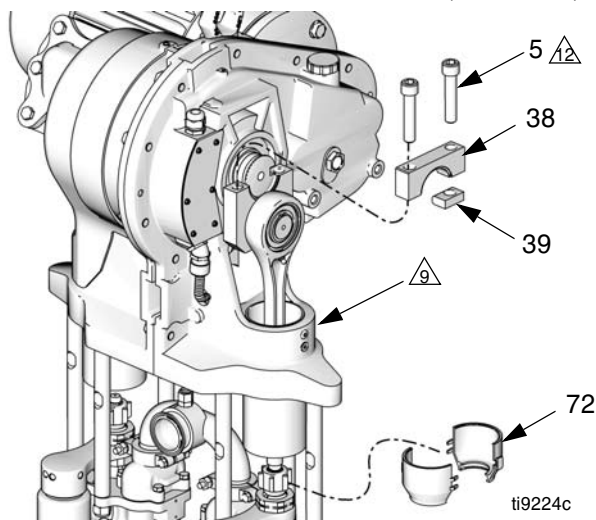

FIG. 6. Ta bort vevarmslocket
- d. Skruva bort kopplingsmuttern (14) från slidkolven (9) med en 1-5/8 tums öppen nyckel och låt den glida ner på pumpkolvstången. Tappa inte bort kragarna (13).
- e. Se FIG. 6. Skruva bort de två bultarna (5) med en 1/2 tum nyckel. Ta bort vevarmslocket (38) och spårkilen (39). Knacka loss delarna med en plastklubba om så behövs.
1. Positionera vevarmen (4) så att den kopplas på utgångsaxeln (OS) och vrid ner den till nederänden av utgångsaxeln.
2. Lägg en ren trasa över överänden på slidcylindern (2) så att inte skräp faller ner i sliden under monteringen.
3. Se FIG. 6. Stryk på gängsmörjning (LPS[®]-04110 eller motsvarande) på bultgångarna (5). Montera spårkilen (39), vevarmslocket (38) och bultarna (5) vända som på bilden. Dra åt skruven på spårkilsidan till moment 283-310 N•m (210-230 ft-lb) med skruven på öppningssidan lossad. Dra sedan åt skruven på öppningssidan till moment 283-310 N•m (210-230 ft-lb). Dra åt skruvarna två-tre gånger till eller tills de slutar att vridas när de dras åt med moment 283-310 N•m (210-230 ft-lb).
4. Kontrollera att kragarna (13) sitter plats i kopplingsmuttern (14).
5. Sätt på en 3/4-tums nyckel på de plana ytorna på slidkolven (9) så att den inte roterar när du drar åt kopplingsmuttern (14). Passa in nyckeln så att den tar stöd mot en av dragstängerna (3) eller pumpstället. Dra åt kopplingsmuttern (14) på slidkolven (9) och dra åt till moment 102-108 N•m (75-80 ft-lb).
6. Montera skydden (72) genom att trä i de undre läpparna i spåret i våtkoppslocket. Knäpp samman de två skydden.